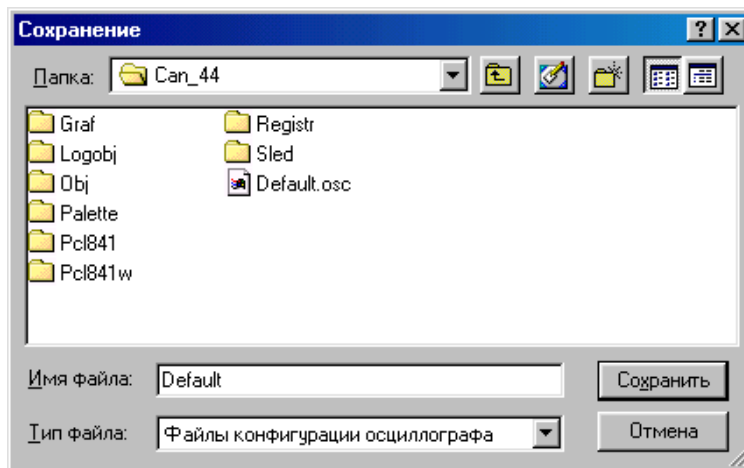

Рис. 2.7. Диалог сохранения файла настроек осциллографа
2.4.9 Для сохранения параметров настроек необходимо нажать кнопку “”. Также можно воспользоваться командой «Файл, Сохранить» меню осциллографа. Это приведет к выводу стандартного диалога сохранения файла (см. рис. 2.7). В поле «Имя файла» необходимо ввести имя, используемое в дальнейшем для загрузки выбранных параметров. В случае, изображенном на рис. 2.7 имя файла настроек будет default.osc.